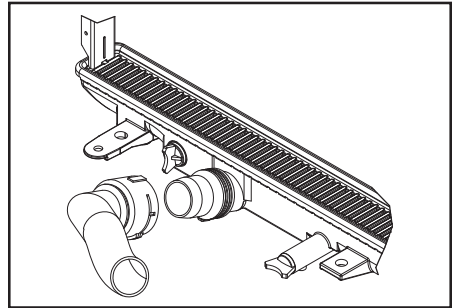

fig. 2
- **Flexible de radiateur** - Lors du remplacement des assemblages de flexibles qui utilisent un dispositif de verrouillage de flexible, il est fortement recommandé de remplacer l'assemblage du flexible, car l'usure du flexible d'origine pourrait l'affaiblir, ce qui pourrait provoquer une fuite de fluide et des dommages subséquents au moteur si vous le réutilisez. (Voir fig. 2)